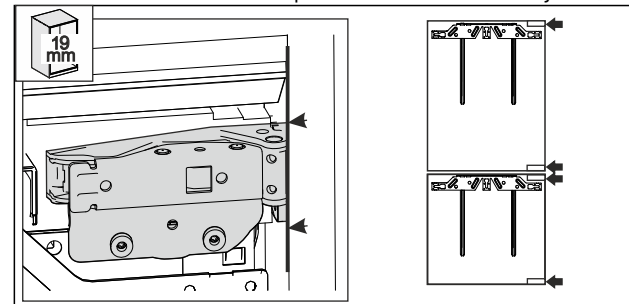

Fig. 57 *
- ▶ Stena pohoštva, debela 19 mm: Sprednji robovi tečajev so poravnani s sprednjo stranjo stranske stene pohoštva. Fig. 57 ()